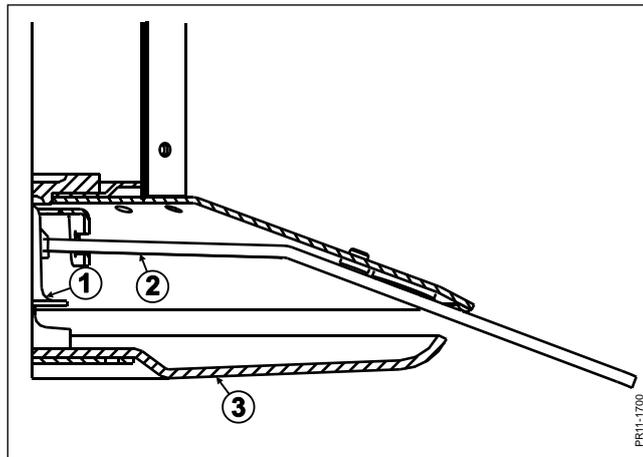

Abb. 3.11
- Fig. 3.11** Die Nabe 1 mit dem Werkzeug 2 blockieren. Die Gleitkufe 3 drehen, um die Schnitthöhe einzustellen.